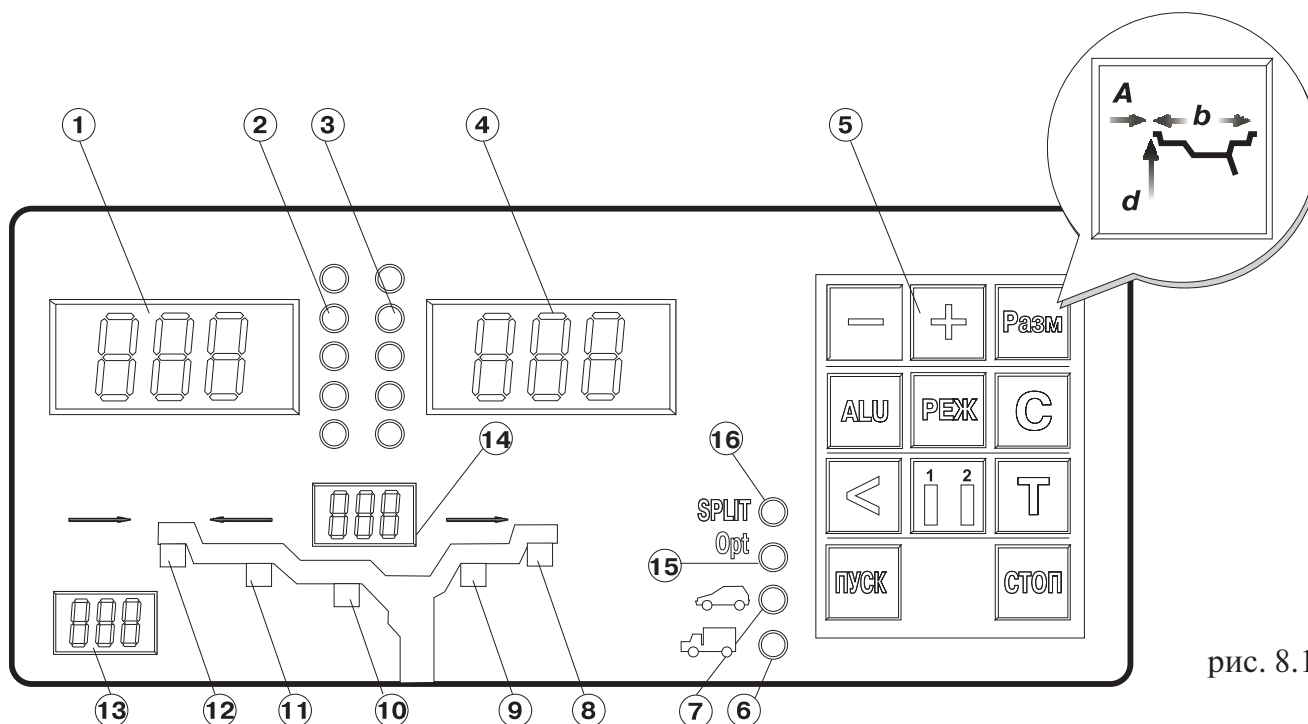

рис. 8.1.
8.1. Общий вид лицевой панели показан на рис. 8.1. На рисунке обозначены:
При включении питания СБ автоматически устанавливаются исходные параметры " d " и " b ", записанные в памяти компьютера, которые отображаются на индикаторах 13 и 14 (рис.8.1.) соответственно.
При выдвигании штанги на индикаторах 1 (рис. 8.1) отображается символ " A ", а на индикаторах 4 значение параметра " A ". Значение параметра " d " отображается на индикаторах 13. После возвращения штанги в исходное состояние на индикаторах 1 и 4 некоторое время сохраняется значение параметра A , затем показания на них возвращаются к отображению текущих значений масс корректирующих грузов. На индикаторах 13 сохраняется вновь установленное значение параметра " d ".
Ширина обода отображается на индикаторах 14 (рис.8.1). Если считанная с обода или измеренная ширина отличается от показаний на индикаторах 14, то кнопками "-" и "+" установить на индикаторах 14 требуемое значение ширины.
Дважды нажать кнопку " A, d, b ", после чего на индикаторах 1 (рис.8.1) загорается символ " A ", а на индикаторах 4 исходная величина дистанции. Нажимая кнопки "-" и "+" установить на индикаторах 4 требуемую величину дистанции. Через 2-3 сек после установки ди-
11.2. Переключение схем ALU1-ALU5 осуществляется последовательным нажатием кнопки "ALU" при этом схема установки грузов отображается загоранием соответствующих индикаторов 8-12 (рис.8.1), кроме того, на индикаторах 1 отображаются символы ALU, а на индикаторах 4 номер 1-5. Через 2-3 сек. после установки требуемой программы ALU индикаторы 1-4 переходят в режим отображения дебаланса.
12.1. При включении тумблера питания СБ на индикаторах 1 высвечивается трехзначное число - номер версии программного обеспечения. Через 2-3 сек на индикаторах 1 и 4 должны загореться нули, на индикаторах 13-исходное значение диаметра обода, на индикаторах 14-исходное значение ширины обода, кроме того должны загореться светодиоды 8 и 12, что свидетельствует о включении режима стандартной балансировки с установкой грузиков на пружинках. На линейках 2и3(рис.8.1)должны загореться центральные светодиоды.